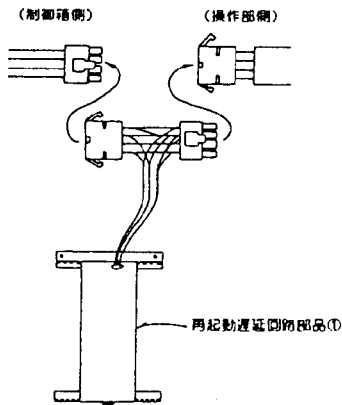

図2
(2)制御箱と操作部を接続しているコネクタ（12P）を外して、再起動遅延回路部品①に接続されているコネクタとそれぞれ接続します。（図2参照）
(2)制御箱と操作部を接続しているコネクタ(12P)を外して、再起動遅延回路部品①より出ているコネクタとをそれぞれ接続します。
更に再起動遅延回路部品①より出ている白、棕色の接続線をそれぞれ接続します。(図2参照)
(3)接続後結束バンド④にて適切な箇所を結束してください。